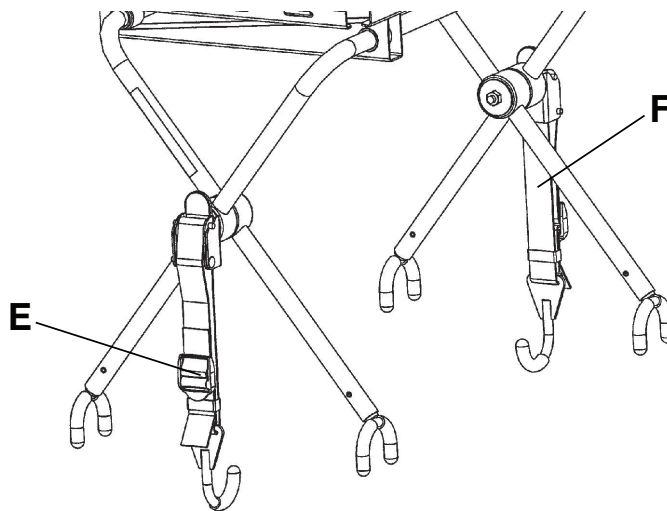

Figur 27 – Placering av spärrhake (modell 6506 visas)
6. Placera spärrhaken (C) under sängbotten eller fotändens fäste och tryck fliken (D) uppåt tills det låses på plats på en sida med ett klickljud (Figur 27). Upprepa rutinen på den andra sidan. För **Power-LOAD**-kompatibla bårvagnar, om sådan finns, måste du förlänga och fästa remmarna på fotändens fäste (Figur 28).